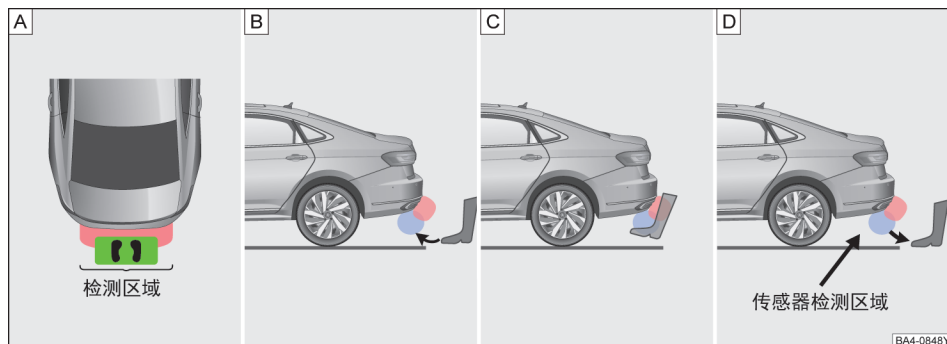

图 60 详细的脚踢步骤
1、站到后保险杠前中间位置的有效识别区域内→图 60 **A**
2、控制小腿快速踢向行李厢盖→图 60 **B**
- 小腿紧紧靠近后保处停止，并且不能触碰到后保→图 60 C
- 小腿停止后立即收回，并回到踢出位置→图 60 D